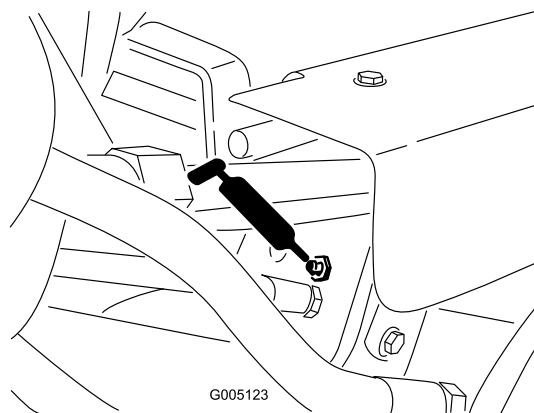

Figura 41
- Cilindros de elevação (3) (Figura 41)